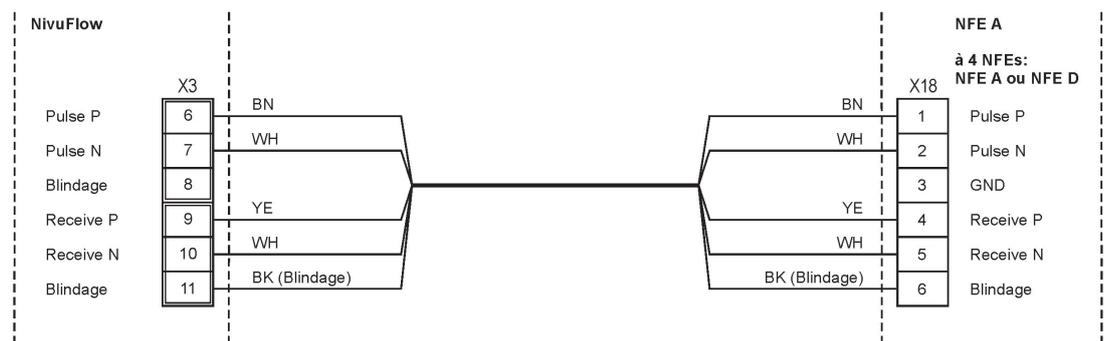

Fig. 18-10 Connexion transmission signal NivuFlow - NFE
- Les fils du signal du NFE A selon Fig. 18-10 à la connexion X3 (bornes 6...11) du transmetteur